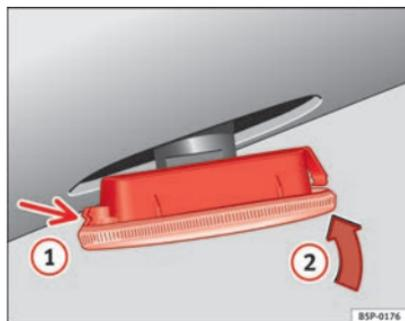

Fig. 164 Clignotants latéraux
- Placez d'abord le clignotant dans l'orifice de la carrosserie, en emboîtant les agrafes ① ⇒ fig. 164, puis emboîtez l'ampoule comme indiqué par la flèche ② ⇒ fig. 164.